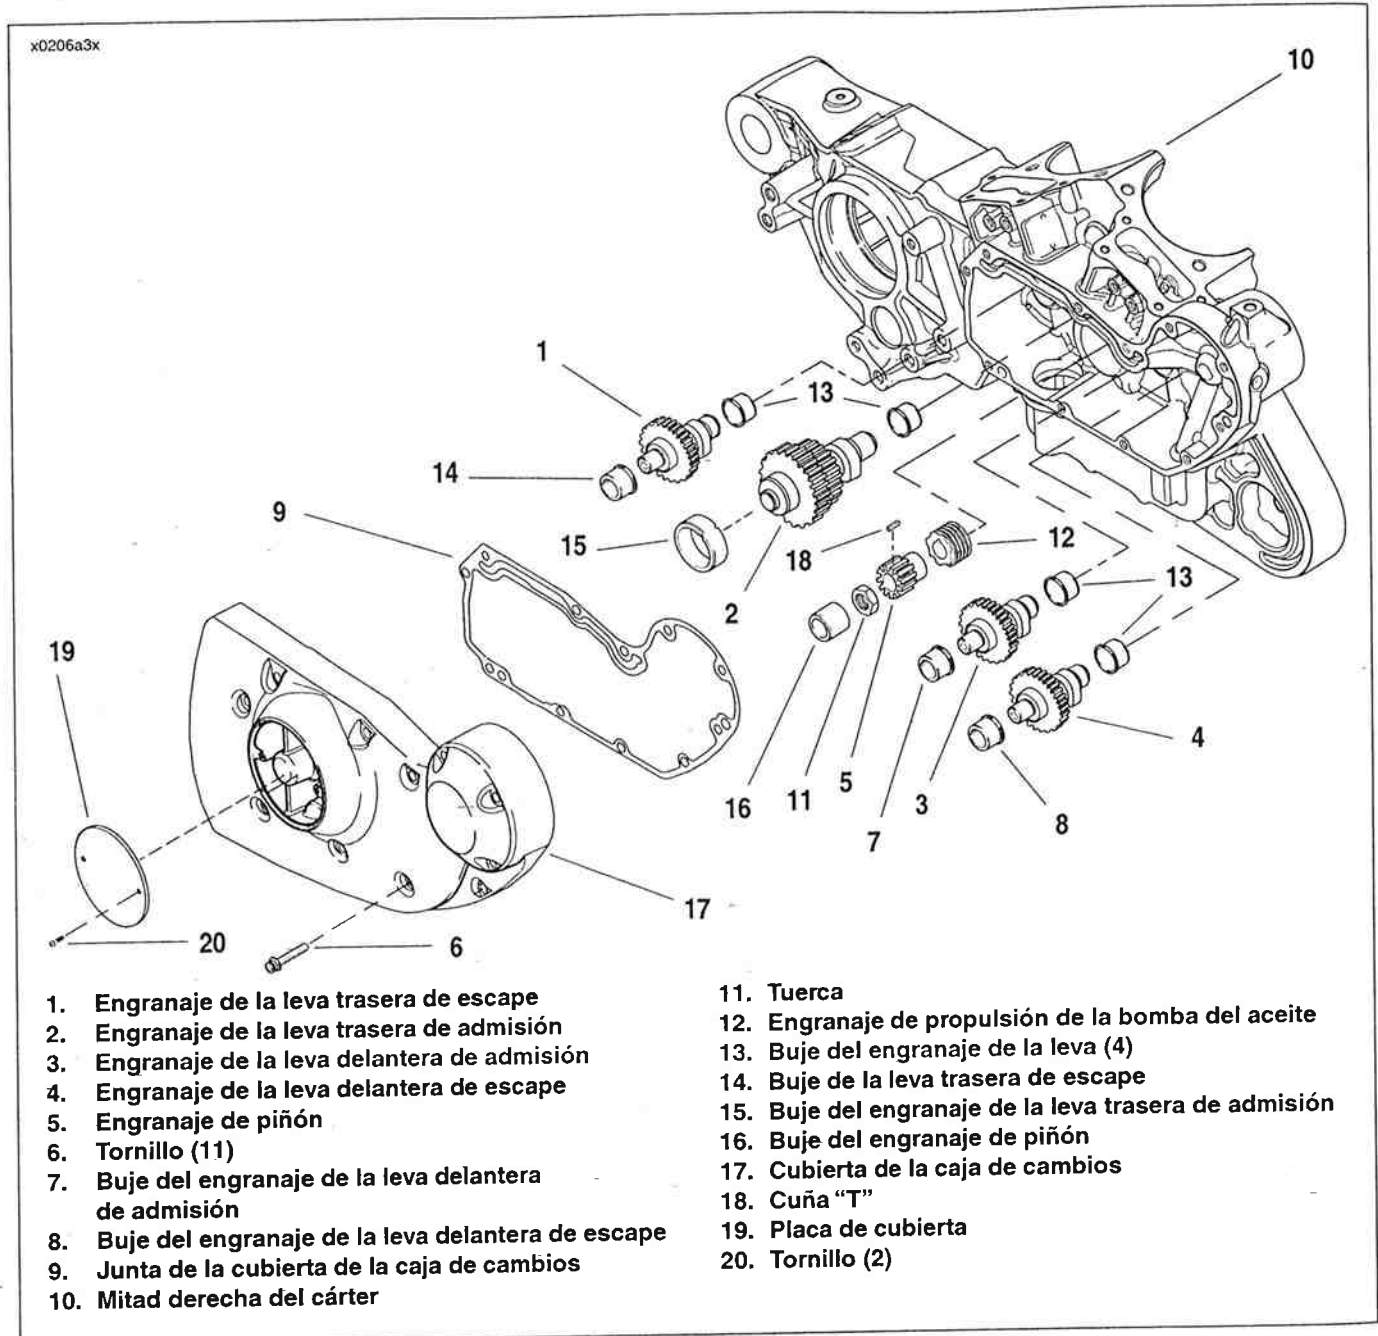

Figura 3-74. Caja de cambios y componentes del tren de válvulas
1. Vea la Figura 3-74. Limpie minuciosamente el área alrededor de la cubierta de la caja de cambios (17) y los levantaválvulas. Sopla con aire comprimido a baja presión la suciedad suelta en el cárter.
4. Coloque una bandeja debajo de la caja de cambios para captar el aceite. Quite los tornillos de la cubierta (6). Cuidadosamente quite la cubierta de la caja de cambios. Deseche la junta vieja (9).